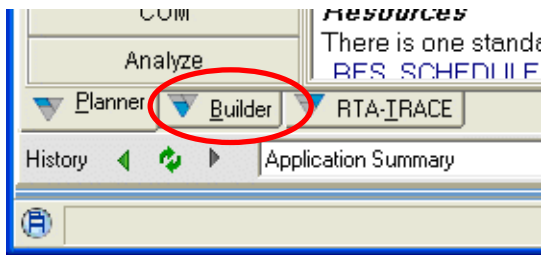
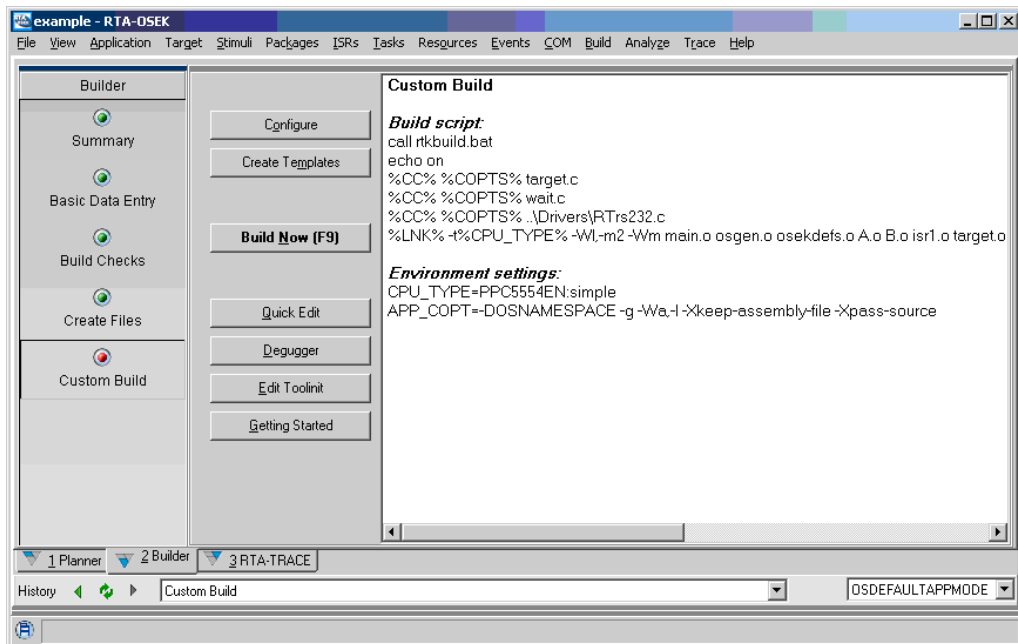

図 6-1 Builder タブ
図 6-2 RTA-OSEK GUI Custom Build を使用する
- RTA-OSEK GUI のナビゲーションバーから **Builder** タブ(図 6-1)を選択し、さらに、図 6-2 に示すように **Custom Build** サブグループを選択します。